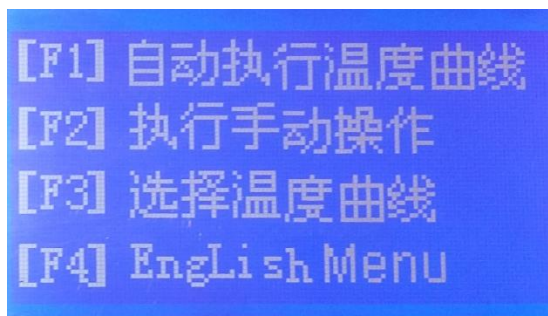

Figura 4. Menú principal en idioma chino.
- ✓ El botón “F4” para cambiar el idioma a chino como se muestra en la Figura 4. Para de volverse al idioma ingles presiona “F4” nuevamente.